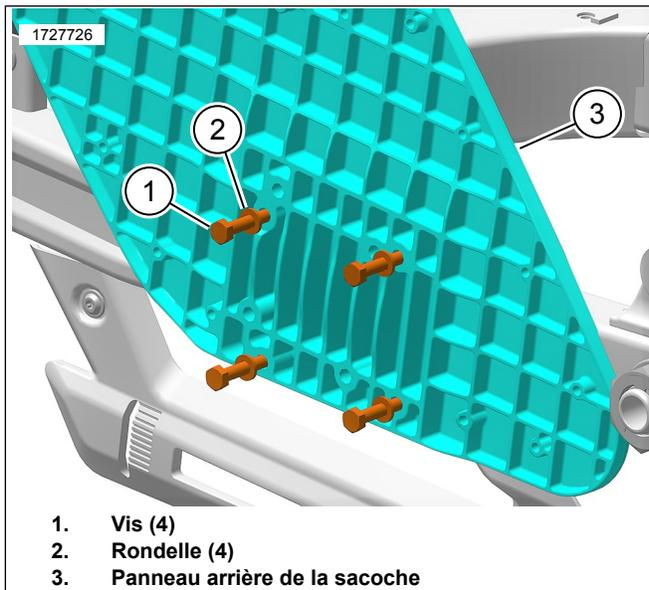

Figure 4. Poser les vis
2. Voir la figure 4. Installer les rondelles (2) sur les vis (1).